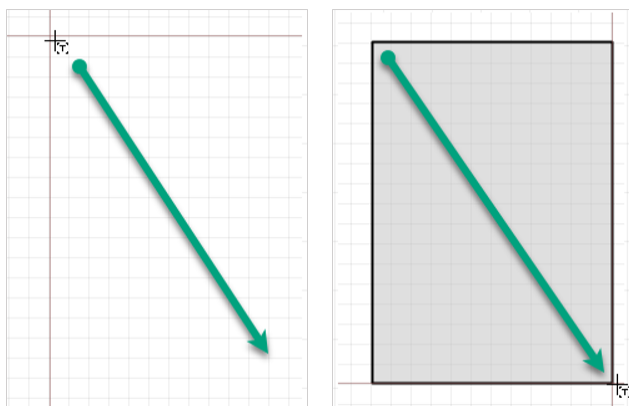

Рис. 92 Размещение колонки текста отчетов
3. Переместите курсор, см. Рис. 92.